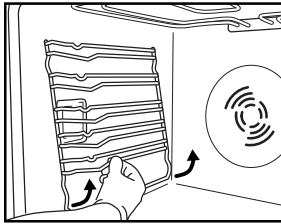

Fig. 4
1. Verwijder de zijroosters (Fig. 4).
2. Verwijder de zijroosters, indien aanwezig (Fig. 4).